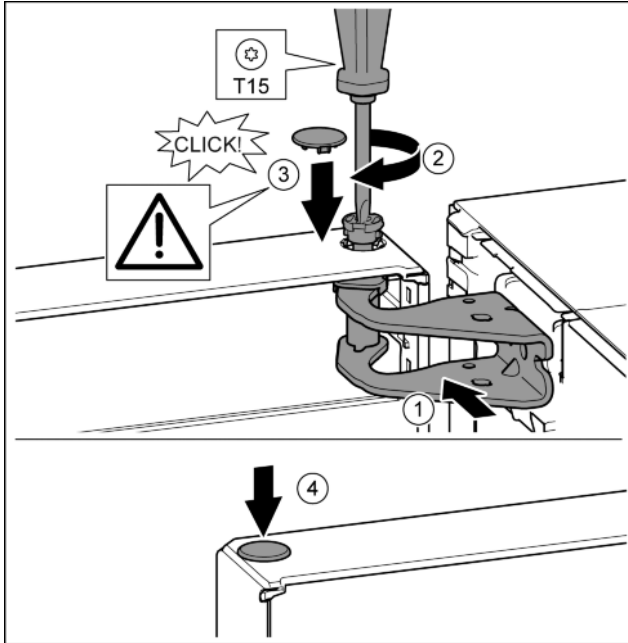

Fig. 23
- ▶ Dvere hore vyrovnajte s otvorom v ložiskovej konzole. Fig. 23 (1)
- ▶ Vložte čap a pevne ho priskrutkujte skrutkovačom T15. Fig. 23 (2)
- ▶ Namontujte poistný kryt pre poistku dverí: Nasadte poistný kryt a skontrolujte, či prilieha ku dverám. Inak čap vložte úplne. Fig. 23 (3)
- ▶ Nasadte zátku. Fig. 23 (4)